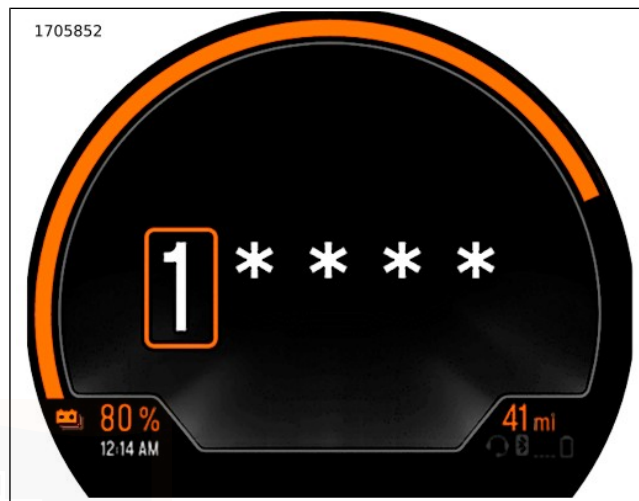

Abbildung 28. PIN-Eingabebildschirm
- e. Siehe Abbildung 28. Der PIN -Bildschirm wird angezeigt.
1. Siehe Abbildung 28 . Die erste Ziffer des PIN wählen.